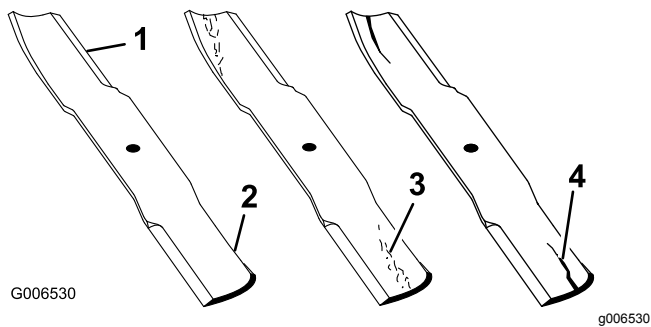

Figura 145
2. Examine cuidadosamente los extremos de corte de la cuchilla, sobre todo en el punto donde convergen la parte plana y la parte curva de la cuchilla, tal y como se muestra en Figura 145.
Nota: Puesto que la arena y cualquier material abrasivo pueden desgastar el metal que conecta las partes curva y plana de la cuchilla, compruebe la cuchilla antes de utilizar el cortacésped. Si se aprecia desgaste, cambie la cuchilla (Figura 145).